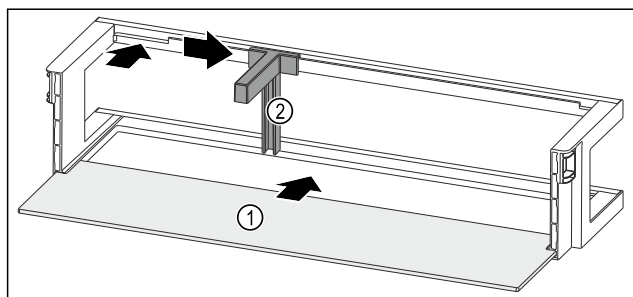

Fig. 214 Rafti i derës me raft mbajtës
- Futni raftin mbajtës Fig. 214 (1) në folëtë anësore.
- Vendosni mbajtësen e shisheve Fig. 214 (2) te foleja.
- Shtyni anash mbajtësen e shisheve Fig. 214 (2) në pozicionin që dëshironi.